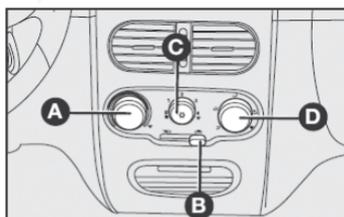

fig. 68
### CONTROLES - fig. 68
- 1) Control para la temperatura del aire A-fig. 68 totalmente localizado a la izquierda.
- 2) Palanca del ventilador C-fig. 68: localizado en la velocidad máxima.
- 3) Control para la distribución del aire D-fig. 68 indicador en , para controlar que todas las salidas de aire estén abiertas.
4) Conecte el aire acondicionado abriendo el selector C-fig. 68.
El aire acondicionado es muy útil para acelerar el desempañamiento porque deshumedece el aire. Es suficiente ajustar los controles para la función de desempañamiento, y activar el aire acondicionado, presionando el botón C-fig. 68.
- 1) Botón del aire conectado C-fig. 68.